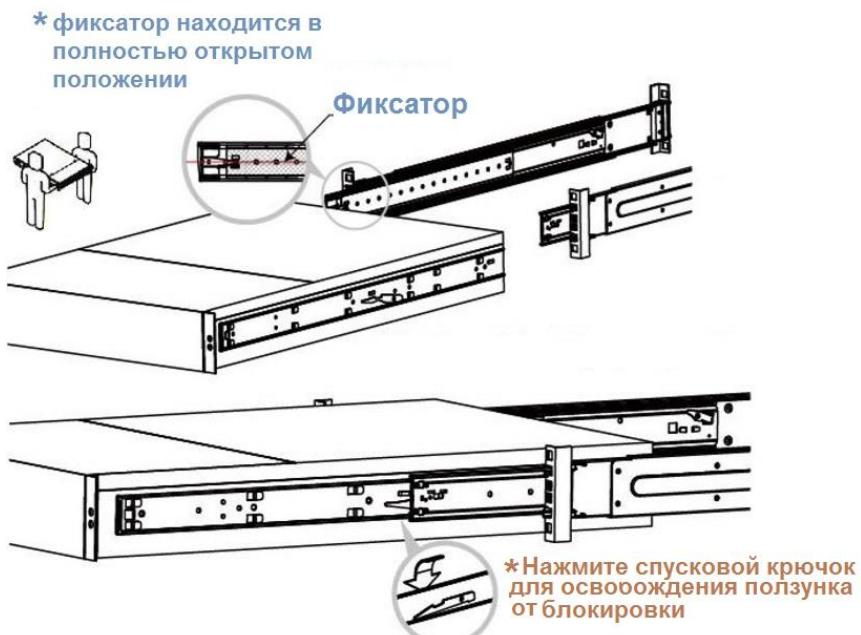

Рисунок 116 - Монтаж блока в шкаф
- 3) Установить блок в шкаф. Вставить внутренний элемент шасси, как показано на рисунке. Важно проверить, что перед установкой на шасси, фиксатор находится в полностью открытом положении. Если фиксатор не в полностью открытом положении при монтаже шасси, это может вызвать повреждение шасси. Во время сдвигания шасси обратно в шкаф, необходимо отпустить затвор от блокировки положения, нажав на спусковой крючок (см. Рисунок 116).